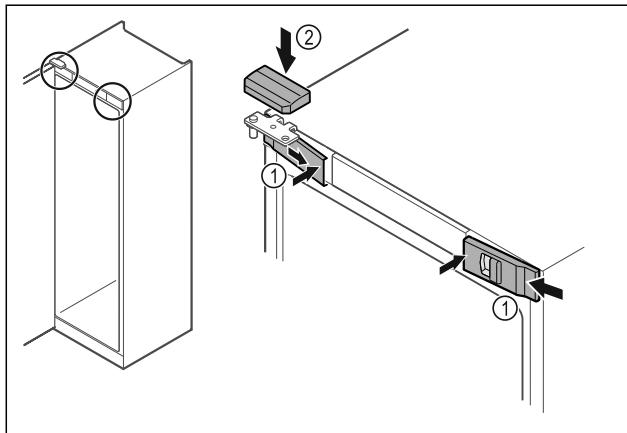

Fig. 53
- Зашелите сбоку и защелкните передние крышки Fig. 53 (1) с внутренней стороны.
- Защелкните верхнюю крышку Fig. 53 (2) сверху.